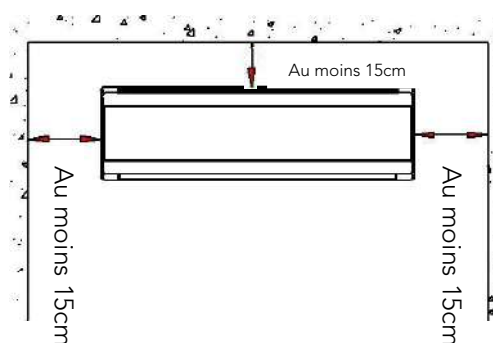

Fig 1
- Assurez-vous de la distance requise dans la Fig.1.
- L'arrière de l'unité intérieure doit être proche du mur (Fig.1)